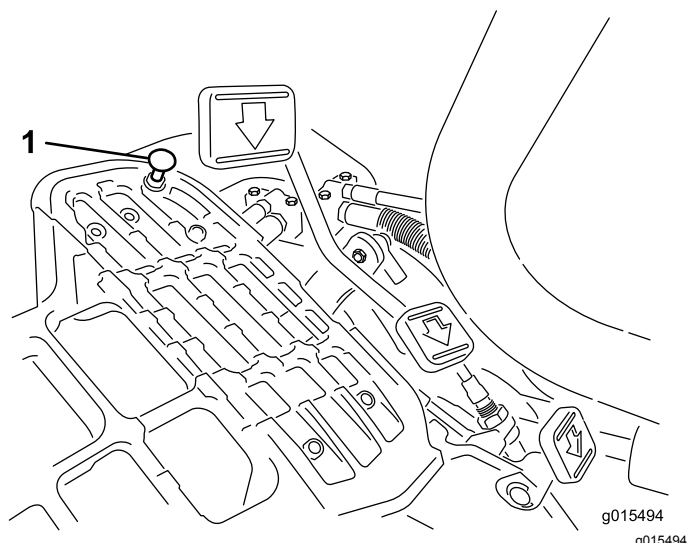

図 50
走行ペダルを踏み込んでみてください。ケーブルに張力が掛かる前にペダルがストップ **図 50** に当たる場合には調整が必要です。
1. ペダルストップをフロアプレートに固定しているフランジヘッドロックナットをゆるめる **図 50**。